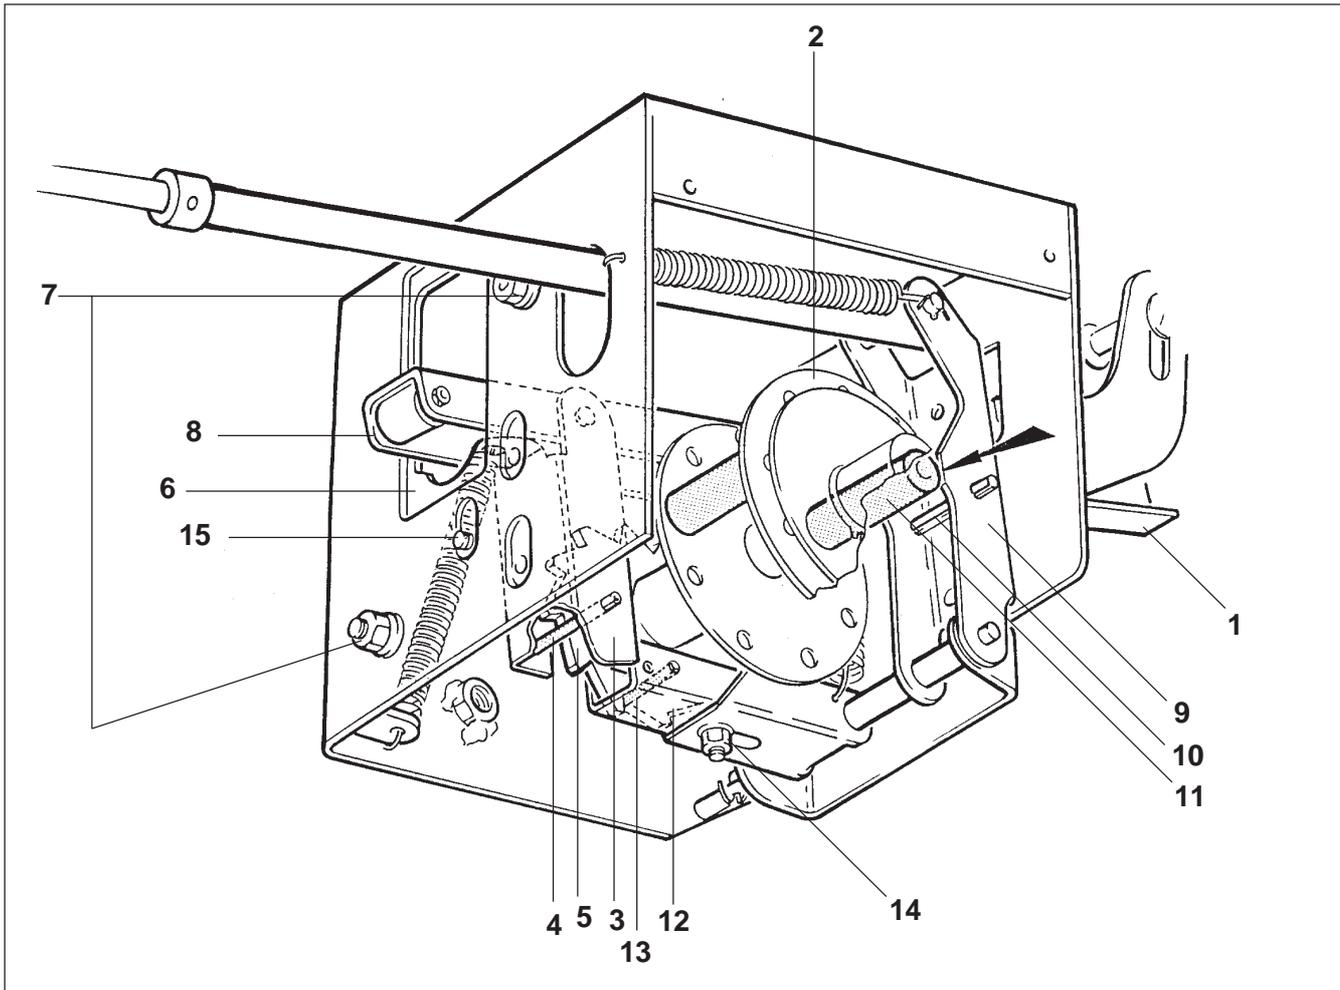

Fig. 26.57
Al apretar hacia abajo la palanca (fig. 26.57/1) gira la rueda divisora (fig. 26.57/2) por medio del pestillo de tracción (fig. 26.57/3). El pasador (fig. 26.57/4) hace girar la rueda dentada (fig. 26.57/5). La placa que sirve de tope (fig. 26.57/6) limita el movimiento del pestillo de tracción (fig. 26.57/3) y con ello el ángulo de giro de la rueda divisora.
- Regular la placa que sirve de tope (fig. 26.57/6) de modo que la rueda divisora efectúe un giro correspondiente a un diente. Para ello aflojar las dos tuercas hexagonales (fig. 26.57/7) y desplazar correspondientemente la placa hacia arriba o hacia abajo. Regular esta placa lateralmente de modo que la palanca (fig. 26.57/8) quede posicionada en el centro de la ventana practicada en la placa que sirve de tope. Después del reglaje correcto, apretar a fondo las tuercas hexagonales (fig. 26.57/7).
La palanca basculante (fig. 26.57/9) se apoya a través del pasador (fig. 26.57/10) en la rueda divisora (fig. 26.57/2).
- Accionar la palanca (fig. 26.57/1) hacia abajo tantas veces hasta que un rodillo de conexión (fig. 26.57/11) empuje hacia fuera al pasador (fig. 26.57/10) de la rueda divisora (fig. 26.57/2).
La rueda divisora está correctamente reglada cuando los rodillos de conexión (fig. 26.57/11) entran en contacto de 2 a 3 mm antes de la elevación máxima (ver flecha en la fig. 26.57) de la palanca basculante (fig. 26.57/9). Regular del siguiente modo el pestillo de retén:
- Después de accionar la palanca (fig. 26.57/1), se detiene el movimiento de la rueda divisora por medio del pasador (fig. 26.57/13) del pestillo de retén. La regulación se consigue desplazando el pestillo de retén (fig. 26.57/12). Para ello hay que aflojar el tornillo hexagonal M6 x 12 (fig. 26.57/14) y una vez realizado el reglaje, apretarlo de nuevo.
Accionar la palanca (fig. 26.57/1) hacia abajo tantas veces hasta que la rueda divisora haya girado al menos cuatro veces. Hay que controlar que los rodillos de conexión (fig. 26.57/11) en cada operación entren en contacto de 2 a 3 mm antes de la elevación máxima (ver flecha en la fig. 26.57) de la palanca basculante y que la rueda divisora gire correctamente.
En cada operación el pestillo de tracción (fig. 26.57/3) debe funcionar libremente pero sin desconectarse. Regular consecuentemente el tornillo que sirve de tope (fig. 26.57/15).